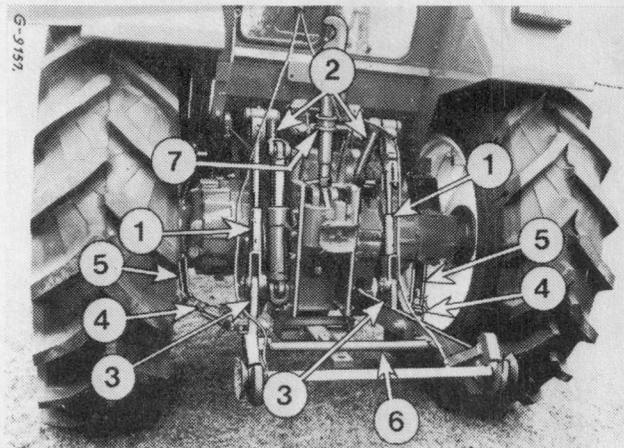

Figure 34
- a) Bloquez verticalement en calant les deux tringles de relevage (1) fig. 34, dans les extensions (3).